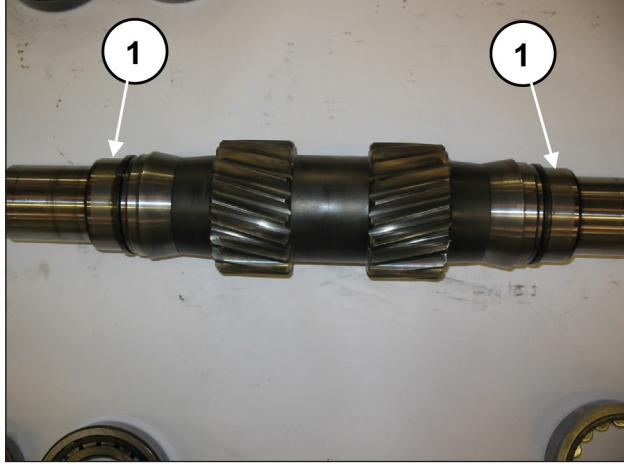

Fig. 52
insira no eixo PTO os 2 anéis internos dos rolamentos (um em cada lado) (pos. ①, Fig. 52).